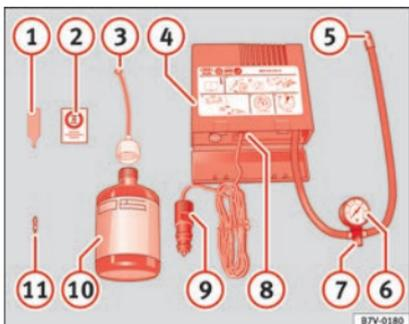

Fig. 57 Representação standard: conteúdo do kit antifuros.
- Desenrosque a proteção e o obus da válvula do pneu. Utilize o aparelho »» **Fig. 57 ①** para retirar o obus. Coloque-o numa superfície limpa.
- Agite com força a garrafa de vedante de pneus »» **Fig. 57 ⑩**.
- Enrosque o tubo de enchimento »» **Fig. 57 ③** na garrafa de vedante. O selo da garrafa partir-se-á automaticamente.
- Remova o tampão do tubo de enchimento »» **Fig. 57 ③** e enrosque a extremidade aberta do tubo na válvula do pneu.
- Volte a colocar o obus com o aparelho »» **Fig. 57 ①** na válvula do pneu.
- Enrosque o tubo de enchimento do pneu do compressor »» **Fig. 57 ⑤** na válvula do pneu.
- Verifique se o parafuso de evacuação de ar está enroscado »» **Fig. 57 ⑦**.
- Ligue o conector »» **Fig. 57 ⑨** a uma tomada de corrente de 12 volts do veículo »» **Fig. 142**.
- Ligue o compressor de ar com o interruptor ON/OFF »» **Fig. 57 ⑧**.